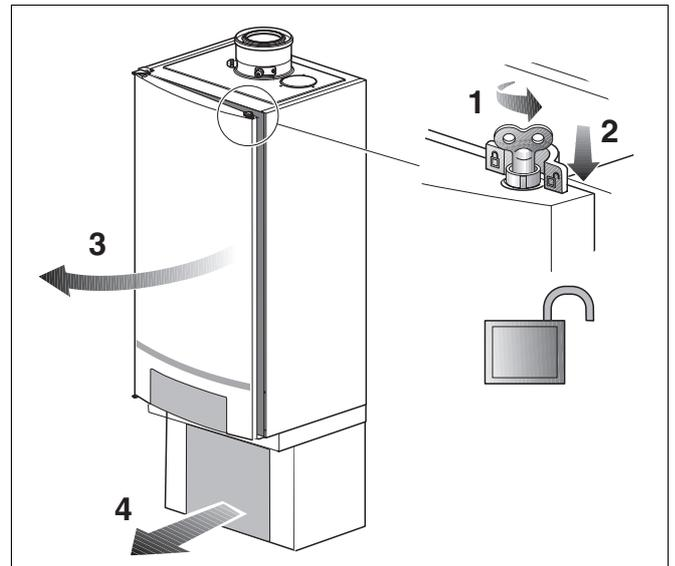

Fig. 62 Aprire il portello della caldaia
- Allentare di un quarto di giro la chiusura del portello della caldaia con la chiave di sfiato (fig. 62, **zoom**).
- Premere verso il basso la chiusura (fig. 62) e aprire il portello della caldaia.
- Togliere la lamiera di copertura del gruppo di collegamento (gruppo pompa) (fig. 62).